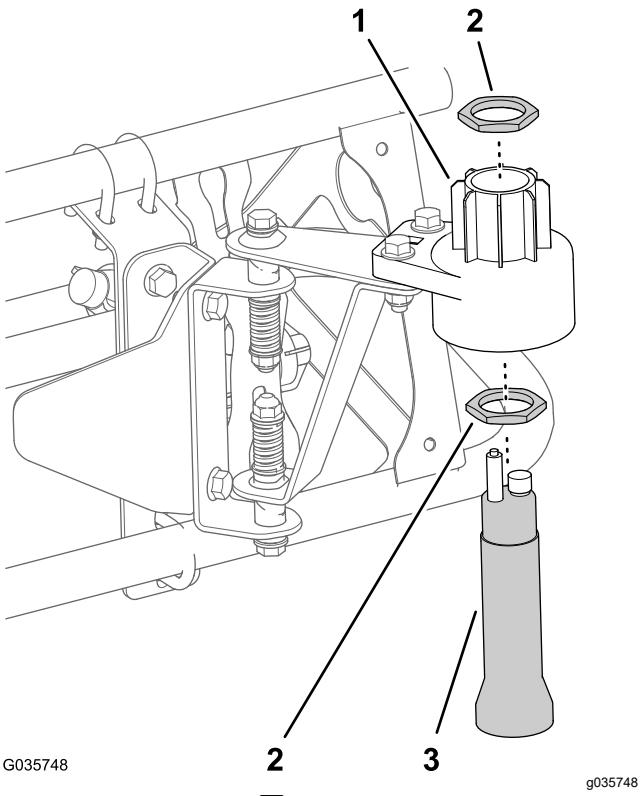

図 21
- A. センサーに大きいナットを取り付ける図 21。
- B. 下側センサーハウジングにセンサーを差し込む図 21。
- D. センサーにもう1つの大きいナットを取り付ける図 21。